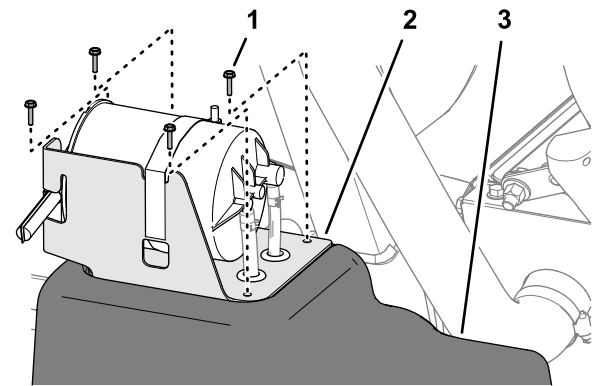

Figura 89
5. Alinee los orificios del soporte del cartucho de carbón con los orificios del depósito de combustible (Figura 89).
6. Monte el soporte en el depósito (Figura 89) con los 4 tornillos (Nº 10 x ¾").